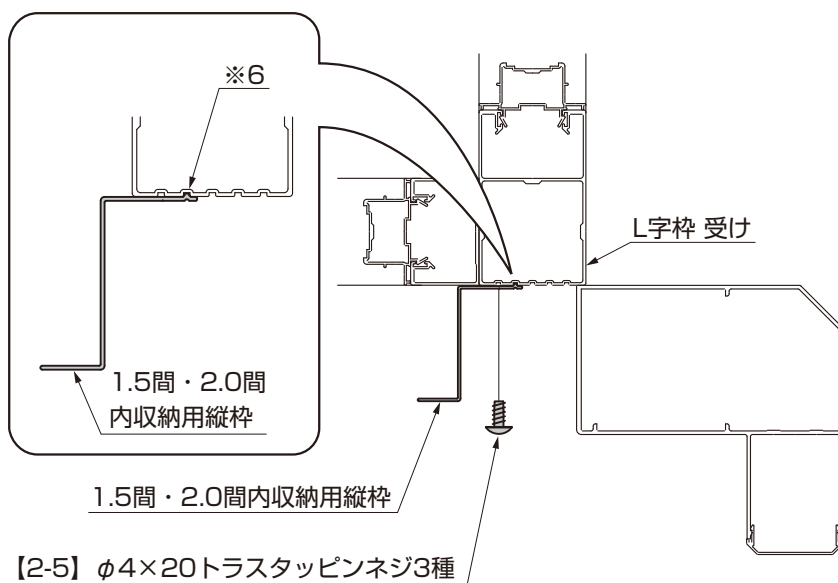

図2-15
- 1.5間・2.0間内収納用縦枠にある突起をL字枠 受けの2本目の溝(※6)にはめて位置を出してください。(図2-15参照)